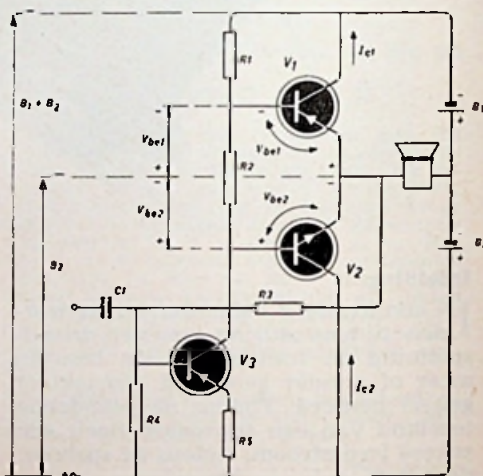

Fig. 1
Het grondprincipe van een dergelijke versterker geeft fig. 1. Nu is echter in deze schakeling de tegenkoppeling van de eindtransistoren alleen voor wisselstroom werkzaam, zodat hun collectorstroom sterk van de temperatuur afhankelijk is. De lekstroomtoename vindt immers in beide eindtransistoren V_1 en V_2 plaats. Het knooppunt van de emissors houdt zodoende dezelfde potentiaal, zodat de stroomtoename op geen enkele wijze wordt tegengewerkt! Dit leidt tot thermische instabiliteit — de stroom blijft bij een gegeven temperatuur „lawineachtig” toenemen tot de transistoren kapot gaan. Het aanbrengen van individuele emissorweerstand brengt in dit opzicht grote verbetering, doch leidt tot verliezen zodat ze niet al te groot kunnen worden gekozen.
a. de basisvoeding van de uitgangsspanning afhankelijk te maken (R_3 in fig. 1) of
Voor de in fig. 1 gegeven schakeling betekent dit, dat reeds bij een geringe verschuiving van de symmetrie een gelijkstroom door de luidspreker gaat lopen, die de transistoren en de batterijen ongelijkmatig belast. Om hieraan te ontkomen, wordt de luidspreker via een elco aangesloten. De middenaftakking op de batterij kan daarmee tevens vervallen: de condensator laadt zich op tot aan de spanning op het knooppunt.